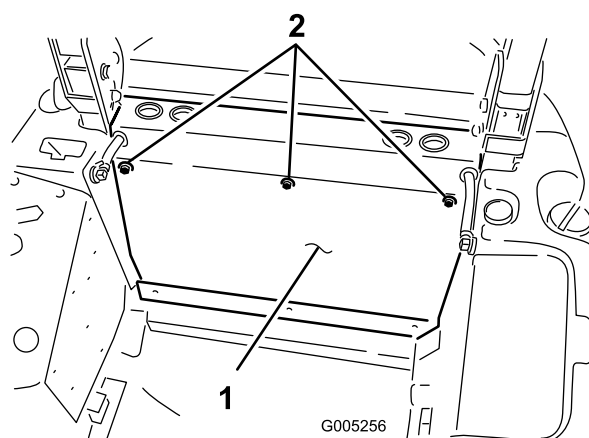

Figura 60
1. Coloque el panel trasero en su posición y alinee los taladros de montaje superiores con los taladros del travesaño del bastidor (Figura 60). Sujete la parte superior del panel al travesaño con los 3 tornillos que retiró anteriormente.